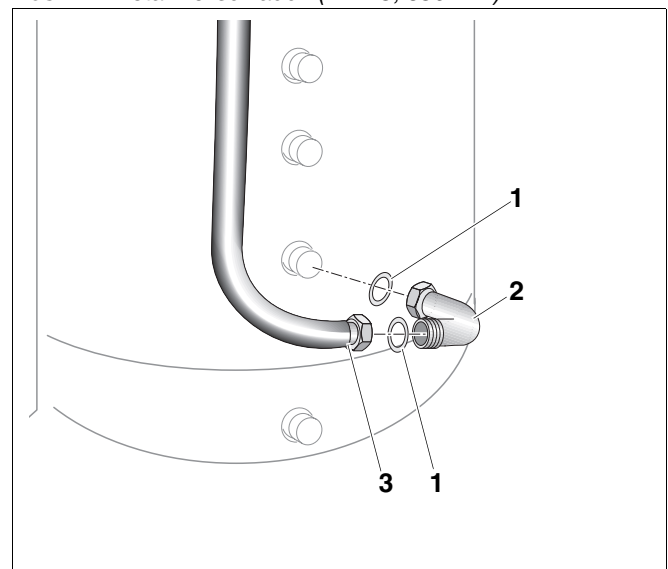

Abb. 7 Rücklauf anschließen
- Dichtung (Abb. 7, **Pos. 1**) in die Verschraubung des Metallwellschlauches (Abb. 7, **Pos. 3**) einlegen und mit dem Winkel (Abb. 7, **Pos. 2**) verschrauben.
- Dichtung (Abb. 7, **Pos. 1**) in die Verschraubung des Winkels (Abb. 7, **Pos. 2**) einlegen und mit dem Rücklaufanschluss (RS) verschrauben.